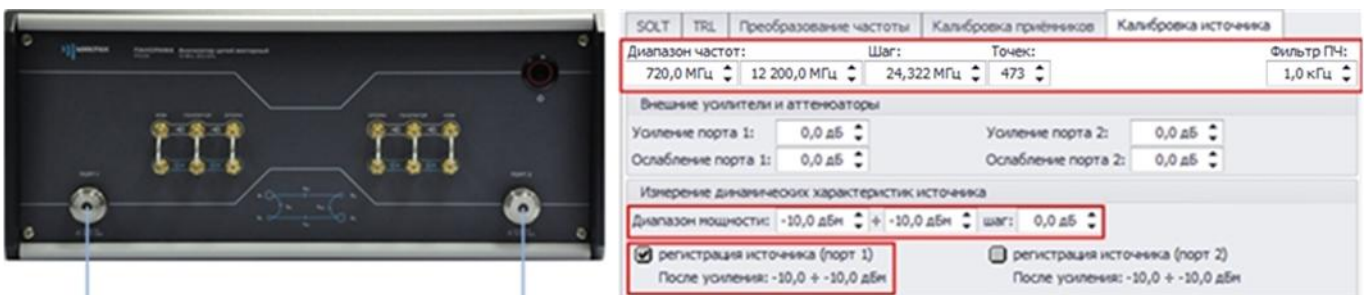

Рис. 43. Регистрация источника первого порта
12.3 Во вкладке «Калибровка источника» установите частотный диапазон и мощность для проведения калибровки (720МГц...12,2ГГц, -10 дБм). Частотный диапазон при калибровке должен включать в себя частоты зондирующего сигнала и промежуточную частоту. Проведите регистрацию источника (порт 1), (рис. 43).